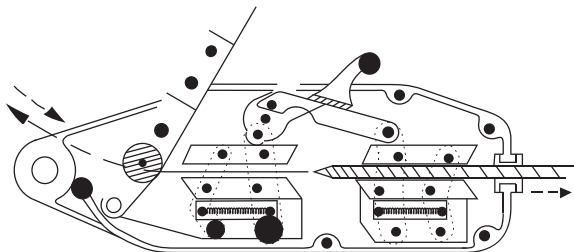

Рисунок 1
Пропустите трос через лебёдку, для этого сдвиньте ослабляющий рычаг (15) вперёд, вставьте рычаг в специально отведённое для него пространство на внутренней верхней стенке накладной пластины (рис. 1). Это ослабит фиксацию блоков захватов, и трос свободно пройдёт.